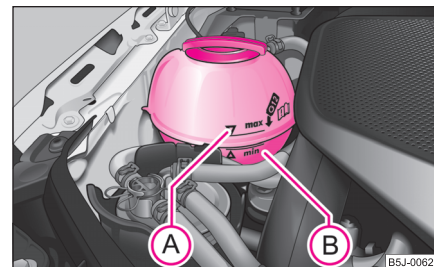

Fig. 159 Compartimentul motor: Vasul de expansiune al lichidului de răcire
- Verificați nivelul lichidului de răcire din vasul de expansiune ⇒ fig. 159. Când motorul este rece, nivelul lichidului de răcire trebuie să se afle între marcajele „MIN” B și „MAX” A. Când motorul este cald, nivelul lichidului de răcire poate fi și puțin peste marcajul „MAX”.
- Puneți o lavetă pe capacul vasului de expansiune ⇒ pagina 179, fig. 159 și desfăceți capacul **cu grijă** spre stânga ⇒ .